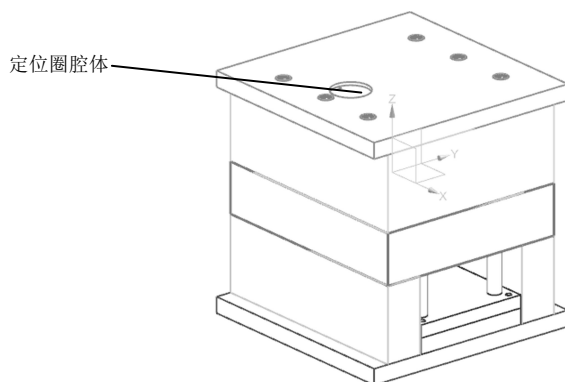

图 16-12 创建定位圈腔体
(8) 单击“腔体”按钮，在【型体】对话框中“模式”选取“减除材料”，选取前模面板为目标体，定位圈为工具体，单击“确定”按钮，创建定位圈腔体（定位圈的装配位），将定位圈隐藏后如图 16-12 所示。